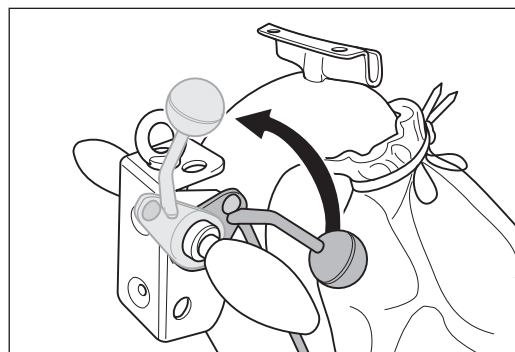

Abb. 23 Den Ablasshebel am Handgriff bis zum Anschlag nach oben ziehen. Dadurch wird die Schleifwalze vom Boden abgehoben.
- 1 Bevor Sie die Maschine ausschalten, heben Sie die Schleifwalze vom Boden ab. Ziehen Sie dazu den Ablasshebel am Handgriff bis zum Anschlag nach oben (Abb. 23).